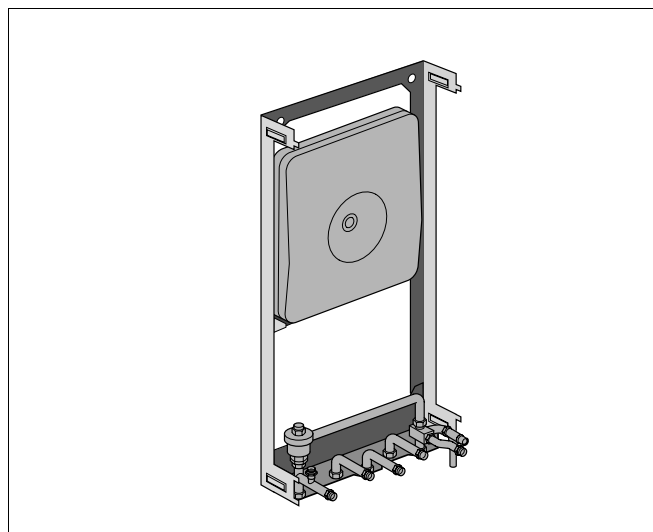

Fig. 2 Applicazione del telaio di montaggio
- Inserire i tasselli e fissare il telaio di montaggio corrispondentemente alla relativa ubicazione dei fori (fig. 2).